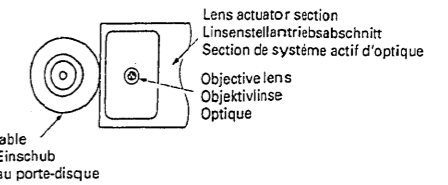

Fig. 12 Abb. 12 Fig. 12
19. Vérification de l'optique (Fig. 12)